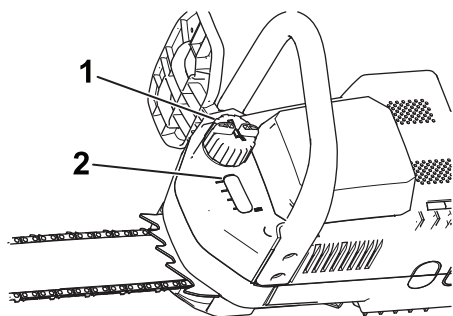

Figure 26
2. Vérifiez le niveau d'huile par le regard. Si vous ne voyez pas d'huile dans le regard, faites l'appoint avec de l'huile pour guide-chaîne et chaîne (Figure 26).
3. Nettoyez la surface autour du bouchon d'huile (Figure 26).
4. Enlevez le bouchon et versez de l'huile dans la tronçonneuse jusqu'à ce qu'elle arrive en haut du regard de niveau (Figure 26).